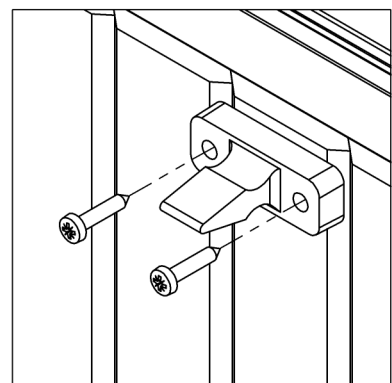

Figure 5.4
- Vissez les arrêts grâce au vis Rep. 9 (Fig. 5.4)